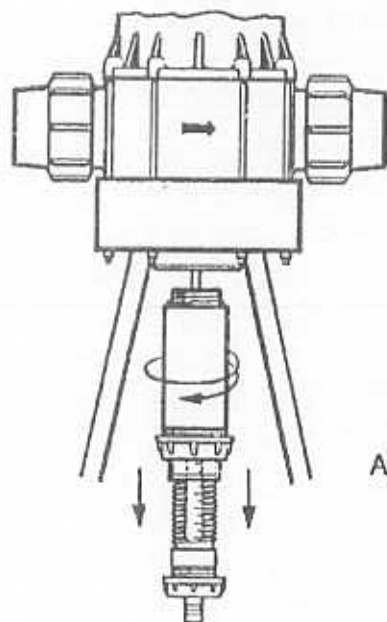

Abb. 10
- Den Dosierteil losschrauben und abnehmen (Abb. 10)